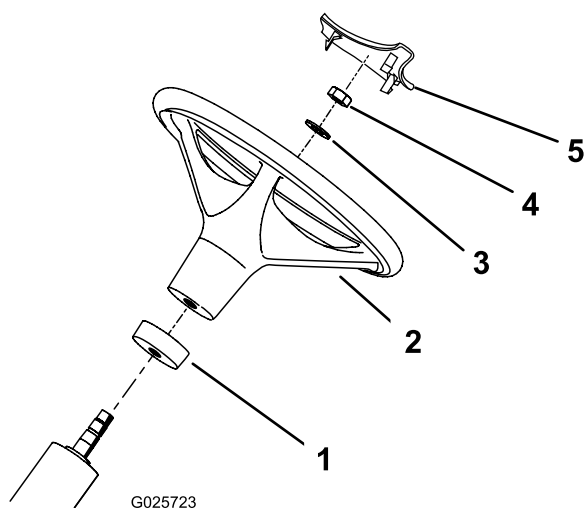

Figura 2
2. Collocate il collare in schiuma sintetica sul piantone, inserendo prima l'estremità piccola (Figura 2).
3. Collocate il volante sul piantone (Figura 2).
4. Fissate il volante sul piantone con una rondella e un dado di bloccaggio (Figura 2). Serrate tutti gli elementi di fissaggio a 27–35 Nm.
5. Installate il coperchietto del volante sul volante stesso (Figura 2).